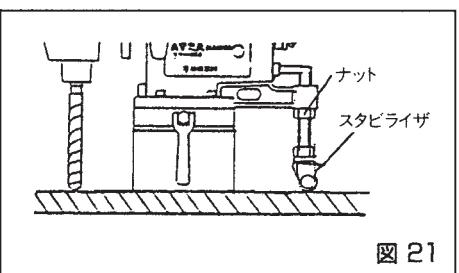

図 21
- スタビライザはマグネットの吸着力を有効に使う役目をします。マグネットONにしてから被加工物に密着するよう調整してください。この時スタビライザを出しすぎてマグネットが浮き上がらないよう注意してください。(図21)